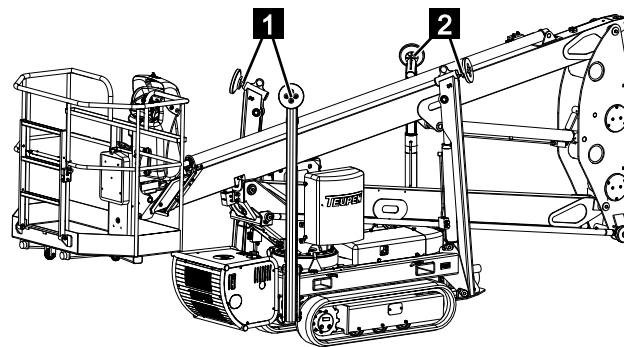

Abb. 106
- Abstützung eins und vier (Abb.106/1) befinden sich in Transportstellung.
- Abstützung zwei und drei (Abb.106/2) befinden sich in Transportstellung.